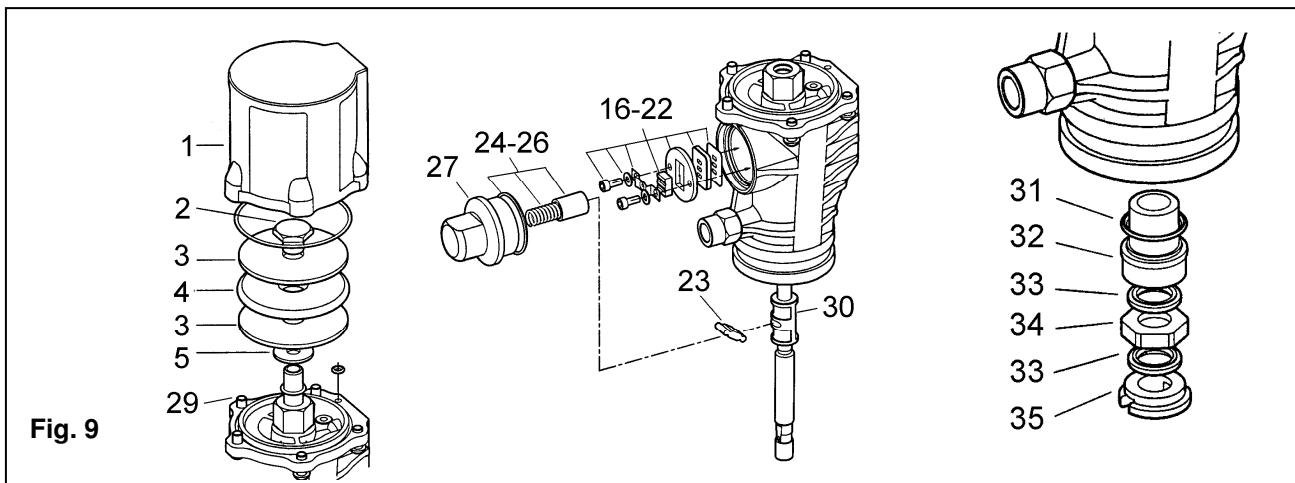

Fig. 9
1. Fix the air motor body (15) in a suitable way and loosen the five screws (29) to remove the air cylinder block (1).
2. Introduce an open end wrench in the milling of the lower part of the air piston (36). With another wrench unscrew the air piston nut (2) and remove the parts (2), (3), (4) and (5) (Fig. 9).
3. Pull the air piston rod (36) downwards until it is completely outside the motor body (15).
4. Remove the packing set (32-35), the O ring (31) and the trip shoe (30) from inside the air motor body.
5. Unscrew the spring nut (27) and remove the parts (23-26).
6. Unscrew the screws (22) and remove the parts (16-21).
1. Fäst luftmotorkroppen (15) på ett lämpligt sätt och lossa de fem skruvarna (29) och tag bort luftmotorlocket (1).
2. Håll med en öppen fast nyckel i de främsta spårerna i nedre delen av centralstången (36) medan luftkolvmuttern (2) skruvas loss. Demontera delarna (2), (3), (4) och (5) (Fig. 9).
3. Drag centralstången (36) försiktigt nedåt tills den är helt ute ur luftmotorkroppen (15).
4. Montera ur packningssatsen (32-35), o-ringen (31) och styrhylsan (30) ur luftmotorkroppen.
5. Skruva loss fjäderhållarskruven (27) och tag ur delarna (23-26).
6. Skruva loss skruvarna (22) och tag ur delarna (16-21).